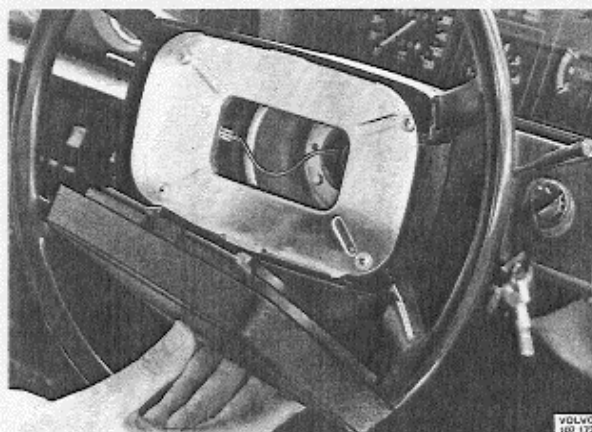

Abb. 69 Teile im Bereich des Lenkrades, ab Bauj. 1973
1. Das Prallkissen (5, Abb. 69) von der Lenkradnabe abdrücken.